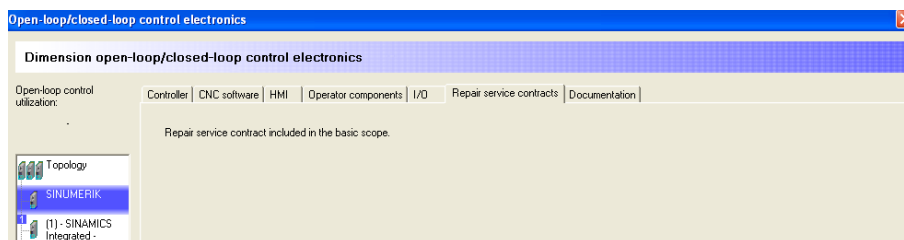

Figura 3.2.121 “Repair service contracts”
- *Repair service contracts* (figura 3.2.121): esta pestaña hace referencia a los servicios de reparación contratados por el cliente.